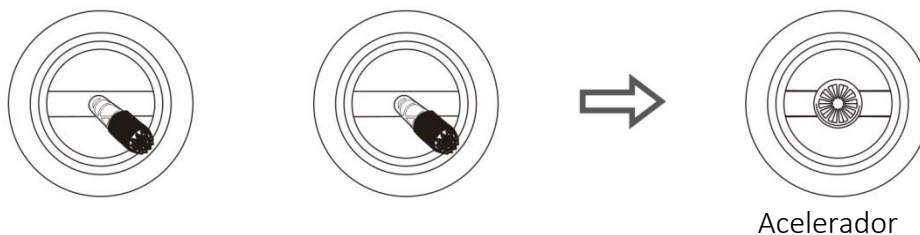

Figura 2-5 Desbloquear y despegar
Paso 5: El dron se mantiene a su altitud actual y se queda en posición de vuelo estacionario después de que la palanca del acelerador se centra, como se muestra en la Figura 2-5.